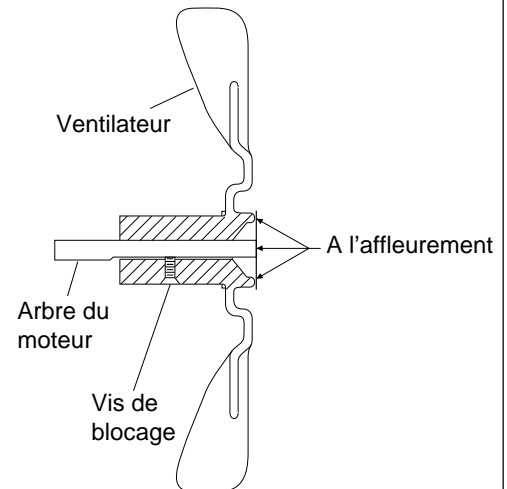

Figure 10 - Coupe du ventilateur
6. Remontez le ventilateur sur l'axe du moteur. Placez le moyeu du ventilateur à l'affleurement de l'arbre (voir figure 10).